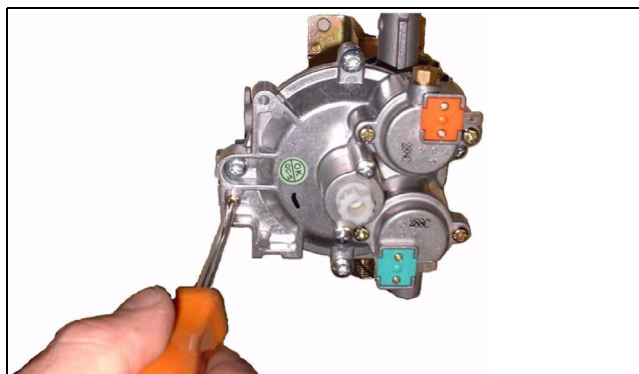

Fig. 5
- ▶ Svitare le viti del coperchio del corpo del gas (Fig. 5).